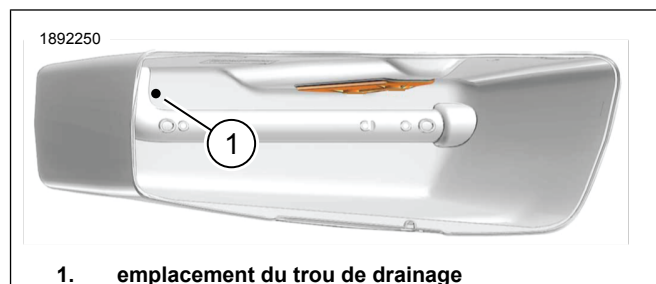

Figure 3. Placement du trou de drainage de la sacocche droite
Percer le trou de drainage Voir la Figure 3. (1) à l'emplacement indiqué.